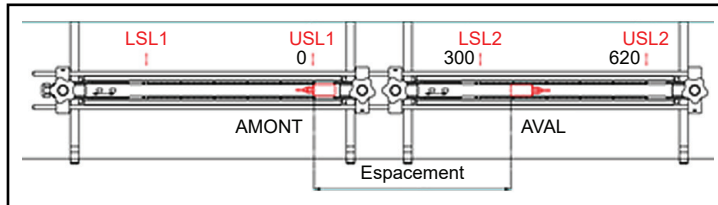

Figure 17 : Espacement entre les transducteurs de 320 à 620 mm avec deux dispositifs de fixation
5. Les figures 17 et 18 ci-dessous illustrent des exemples d'installation terminée dans les situations suivantes :